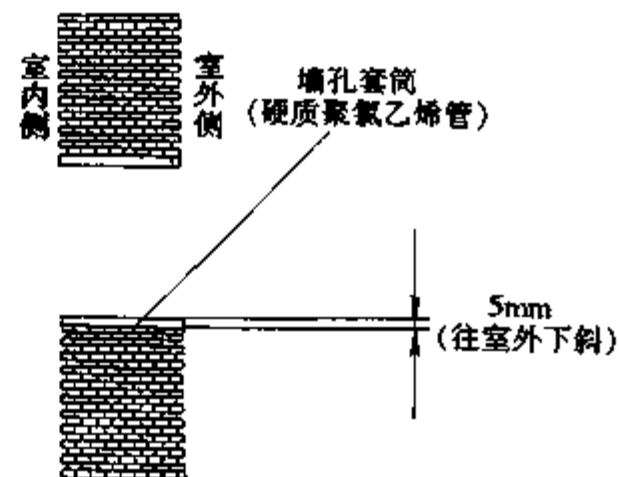

图 7-38 开墙孔
(1) 为了排水流畅,孔的位置应向外倾斜,如图 7-38。
(2) 墙孔套筒的安装,应保护配管及电源连线穿过墙壁不受伤害。